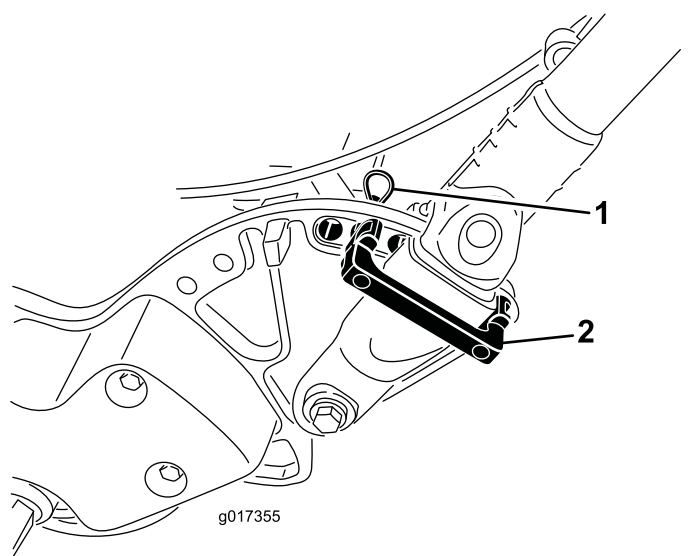

Figure 9
1. Soutenez le guidon et retirez les serre-câbles qui fixent les manchons de serrage du guidon aux plaques latérales (Figure 9).
2. Faites pivoter le guidon à la position d'utilisation voulue, puis placez une retenue sur le manchon de serrage du guidon et dans les trous correspondants de la plaque latérale (Figure 9).
3. Fixez la retenue avec une goupille fendue (Figure 9).